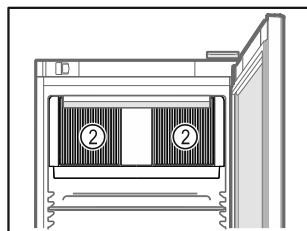

Fig. 31
- Дръжте вентилационните отвори Fig. 31 (2) на циркуляционния вентилатор във вътрешността свободни.